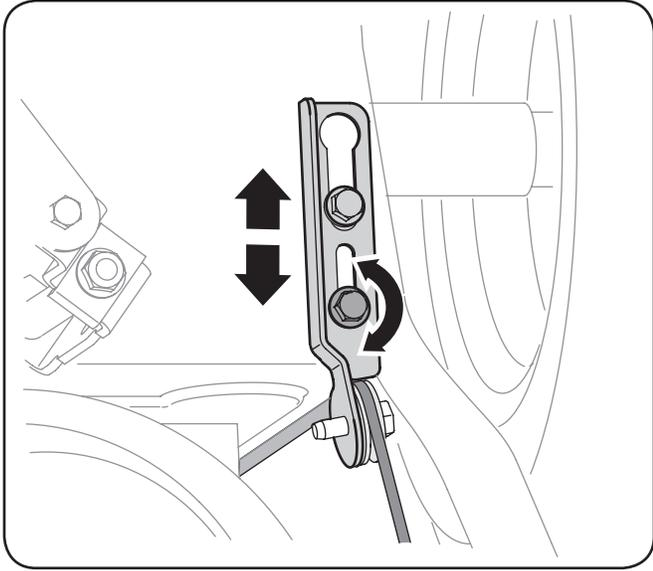

Figure 3-17
7. Pour ajuster à nouveau le câble de commande, desserrez le vis à six pans supérieur du support de la commande de la tarière. Voir la Fig. 3-17.